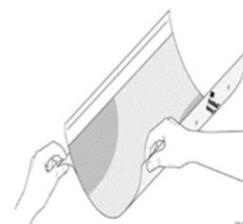

Figura 6
2. Sollevare la grafica sopra la parte superiore della cerniera e staccare il liner di pochi centimetri. Vedere figura 6.
1. Applicare una cerniera. Vedere il metodo con cerniera superiore a pagina 6 e figura 6.